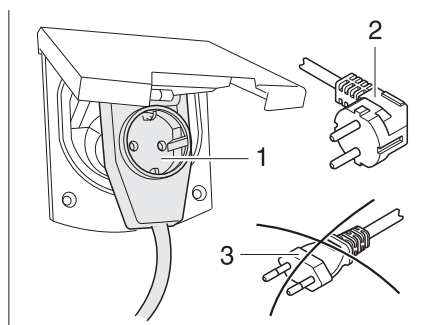

Fig. 236 Conexión a un conector con salida lateral del cable con caja de enchufe
► Al utilizar un acoplamiento acodado CEE 17, con caja de enchufe incorporada en el lado trasero (Fig. 236,1), emplear únicamente un conector IP 44 de goma impermeable, con contacto protector (Fig. 236,2). No utilizar conector sin contacto protector (Fig. 236,3). ¡Peligro de electrocución!